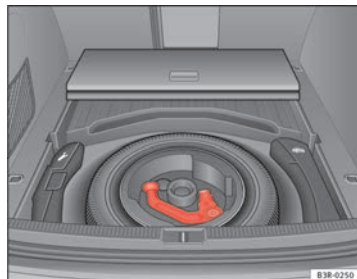

Fig. 162 Coffre à bagages : roue de secours avec dispositif d'attelage
- Pour les véhicules avec roue de secours ⇒ **fig. 162**.